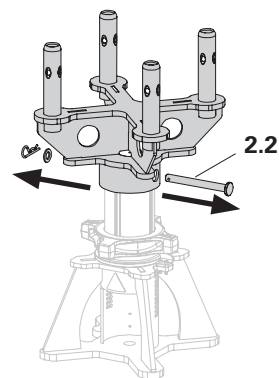

Fig. A1.02b
- Allentare l'inserto a molla e togliere la piastra. (Fig. A1.02b)
- Togliere il perno di collegamento (**2.2**). Il raccordo UJC scende e il componente sferico (**2.1**) si posiziona sul tubo filettato. (Fig. A1.02b)